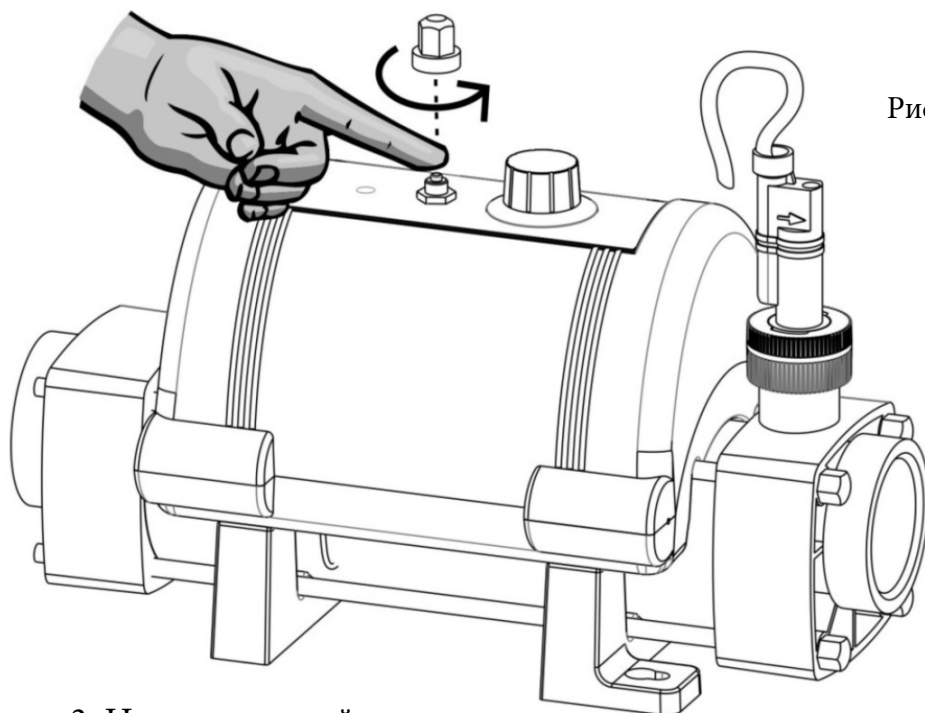

Рис.4
**Решение:** Снимите крышку кнопки и нажмите красную кнопку для перезапуска (смотри рис.4). Если щелчок произошёл, необходимо установить причину отключения. Причиной может послужить скопившийся мусор или воздушная пробка внутри расходной трубы нагревателя.